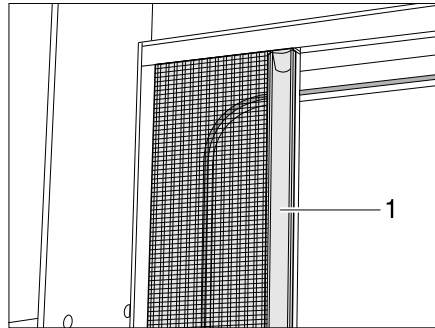

Bild 40 Insektenschutz
- Schließen:** ■ Insektenschutz an der Leiste (Bild 40,1) ganz herausziehen.
- Öffnen:** ■ Insektenschutz an der Leiste (Bild 40,1) in Ausgangsstellung zurückschieben.